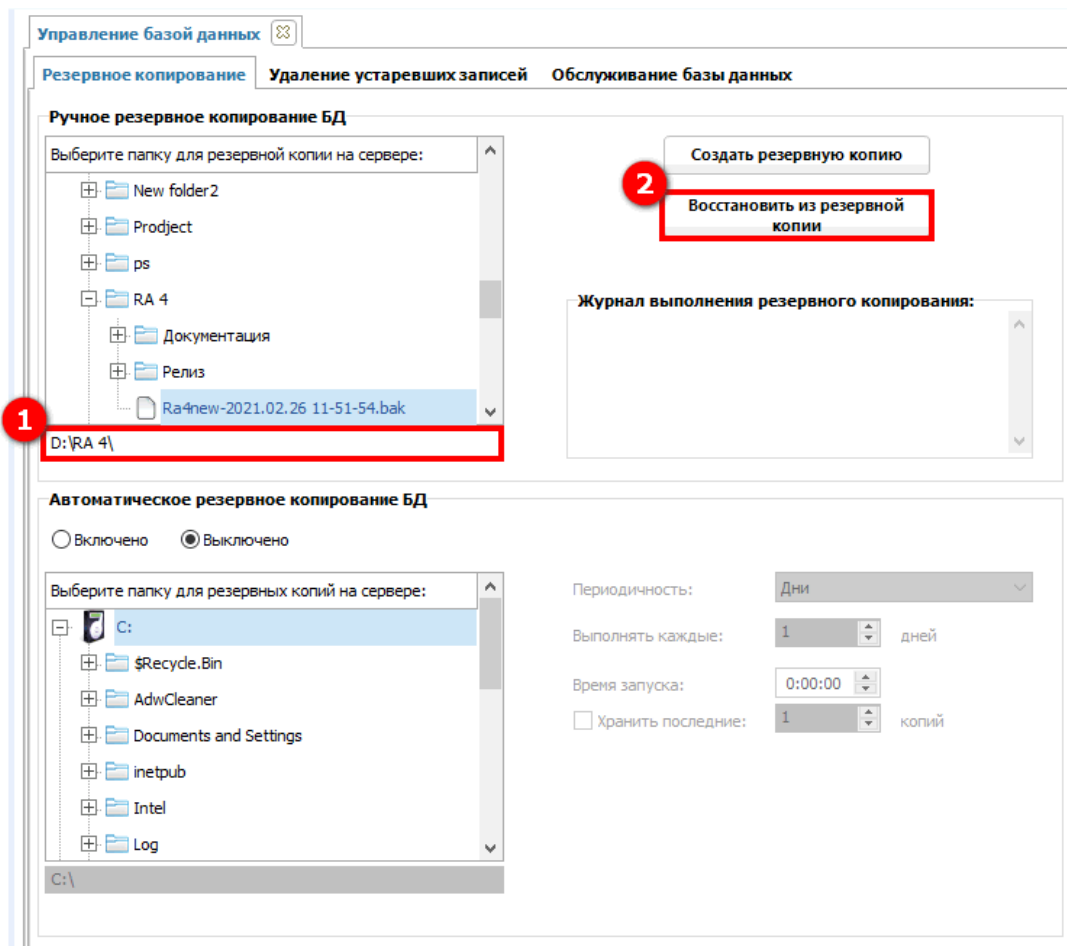

Рисунок 258 – Восстановление данных из резервной копии
Вкладка **Резервное копирование** также позволяет произвести восстановление данных из ранее созданной резервной копии, которые по каким-либо причинам были повреждены, или утеряны. Для этого необходимо указать путь, где расположена резервная копия (1) (см. рисунок 258) и нажать кнопку **Восстановить из резервной копии** (2). Информация о результатах также будет отражена в поле **Журнал выполнения резервного копирования**.